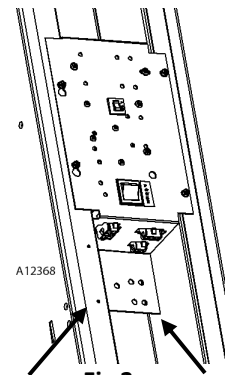

Fig 2
- Desenchufe el arnés de la puerta y el arnés del calentador de vidrio (si corresponde) del panel de alimentación - Fig. 2